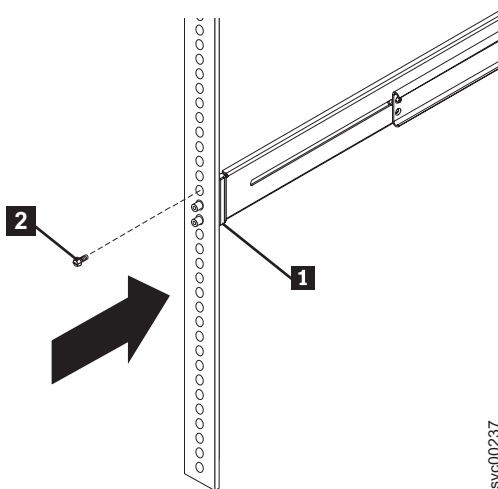

図 73. 背面取り付け用フランジからスライド・レールを取り外す方法
1. 左側背面の取り付け用フランジ **1** から、図 73 に示すように、ねじ **2** を緩めて外し、スライド・レールを解放します。同じ方法で、右側背面の取り付け用フランジでねじを緩めて外し、もう一方のスライド・レールを解放します。